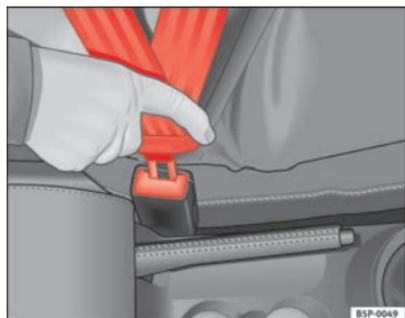

Abb. 12 Gurtschloss und Schliessung des Sicherheitsgurtes
- Stecken Sie die Schliessung in das zum Sitz gehörende Gurtschloss, bis es hörbar einrastet ⇒ **Abb. 12**.